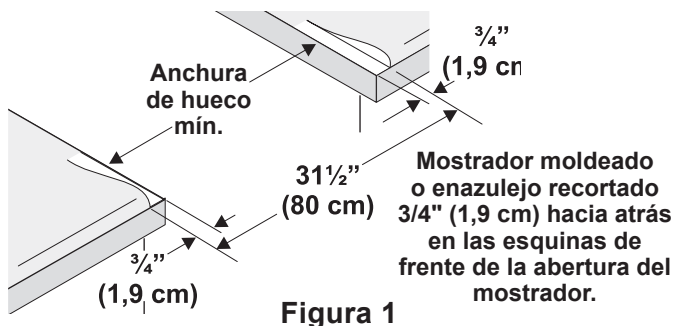

Figura 1
1.2 Preparación del mostrador (Figura 1)
- **El reborde de frente de mostradores moldeados** deben tener bordes moldeados a 3/4" (1,9 cm) a partir de cada extremidad de la apertura (Figura 1).
recorte de 3/4" (1,9 cm) a partir de cada extremidad y/o un borde redondeado aplanado (Figura 1).